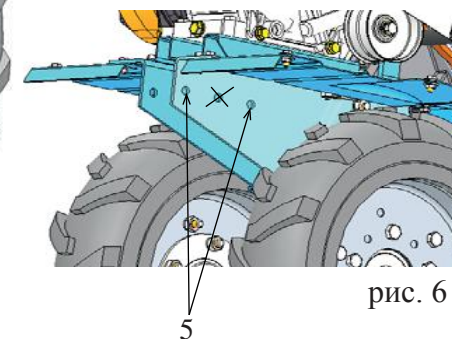

рис. 6
рис. 6а
1.3 Установить и закрепить штырь (1) сцепного устройства через отверстия (5) в угольниках (рис.6) с помощью двух болтов,шайб и гаек М10 (2,3,4) (рис.6а).